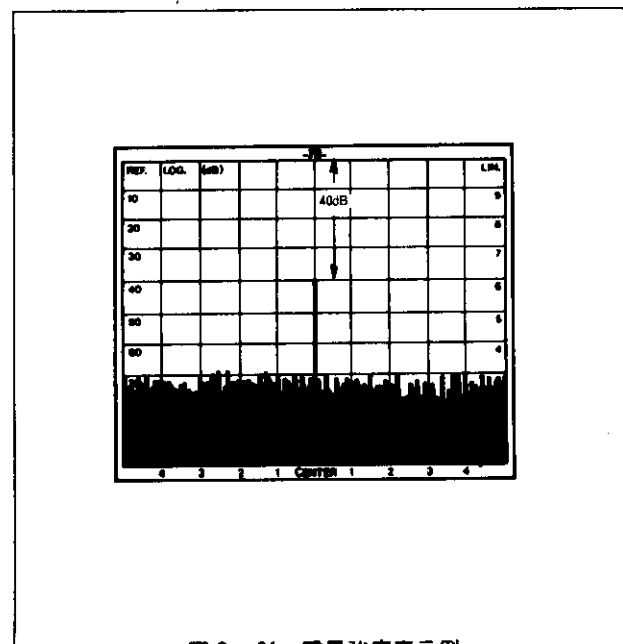

図2-21 電界強度表示例
6. リファレンス・レベル (CRTディスプレイの一番上の目盛) の読みがたとえば $-24dBm$ (〔2-10-1 レベル測定〕の項を参照) としますと〔図2-21〕のCRTディスプレイから、